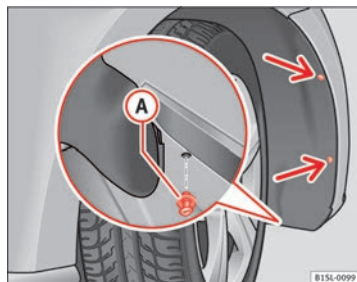

Fig. 146 Sur le passage de roue avant droit : Enlevez les vis de fixation (flèches) et retirez le rivet expansible (A).
2. Dévissez deux vis de fixation du revêtement du passage de roue ⇒ fig. 146 (flèches) avec le tournevis inclus dans l'outillage de bord ⇒ page 251.
3. Dévissez le rivet expansible sur la partie inférieure avant du revêtement du passage de roue ⇒ fig. 146 (A) avec le tournevis de l'outillage de bord et retirez-le complètement ⇒ page 251.
11. Placez le rivet expansible sur le revêtement du passage de roue et du pare-chocs et enfoncez-le complètement → fig. 146 Ⓐ.
12. Vissez fortement les deux vis de fixation → fig. 146 (flèches) avec un tournevis.